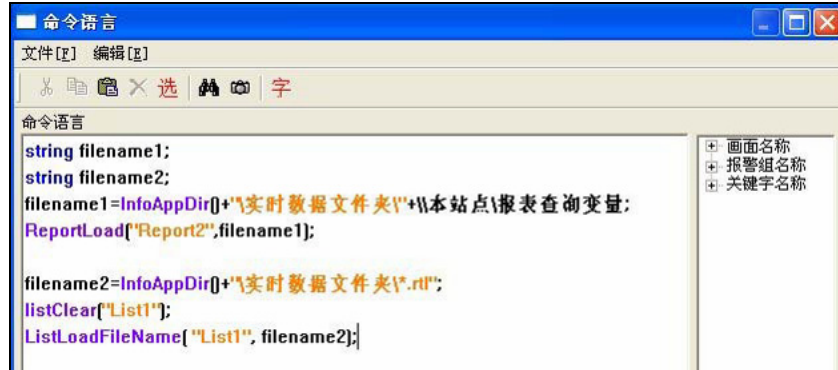

图 5-16 实时数据报表查询命令语言
(7) 在画面中添加一按钮，按钮文本为：实时数据报表查询。
(8) 在按钮的弹起事件中输入如下命令语言，如图 5-16 所示。